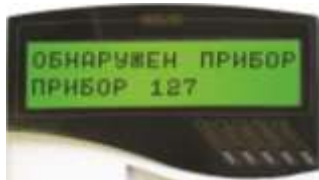

Рисунок 9
5.4.7 В течение 1 мин после включения питания пульт должен показать сообщения об обнаружении устройства с сетевым адресом, соответствующим текущему адресу блока (заводской адрес блока – 127), и о сбросе этого устройства. На рис. 9 представлен индикатор пульта «С2000М» с соответствующим сообщением.